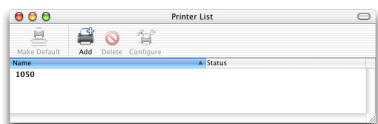

Рис. 1. Список принтеров
3. Откройте в системе Mac **Центр печати** (см. рис. 1).